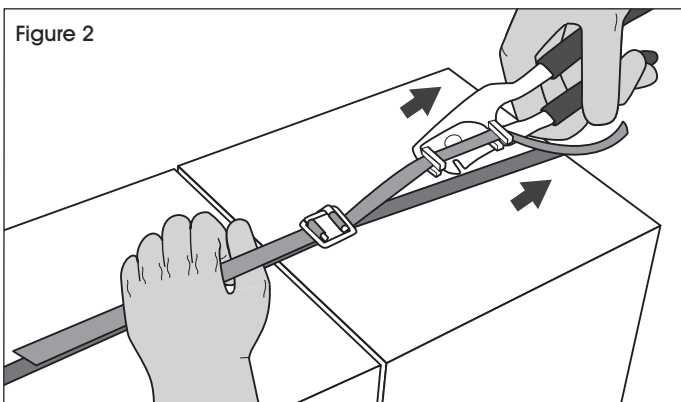

Figure 2
2. Tirer le sertisseur/couteau jusqu'à ce que le feuilard en poly soit tendu au besoin. Si nécessaire, tenir le côté opposé du feuilard avec une main gantée pour éviter les dérapages. (Voir figure 2)